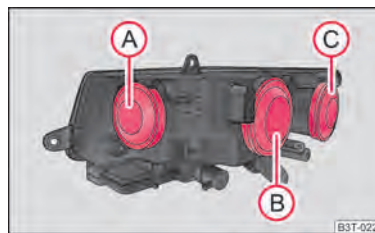

Fig. 203 Faros delanteros: Posición de montaje de las bombillas
Posiciones de las bombillas en el faro delantero ⇒ fig. 203.
- Quitar la caperuza protectora (A) ⇒ fig. 203.
- Quitar la caperuza protectora (B) ⇒ fig. 203.